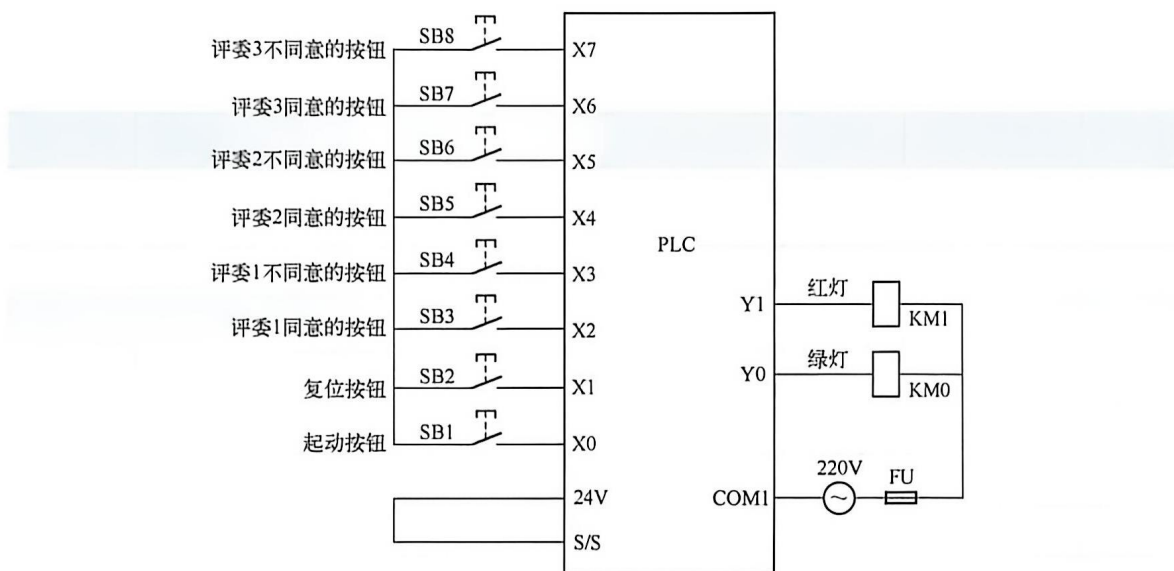

图 11-18 电气接线图
根据 I/O 分配表, 设计电气接线图, 如图 11-18 所示。
- 1) 按图 11-18 将主电路与 I/O 外部硬件连接起来。